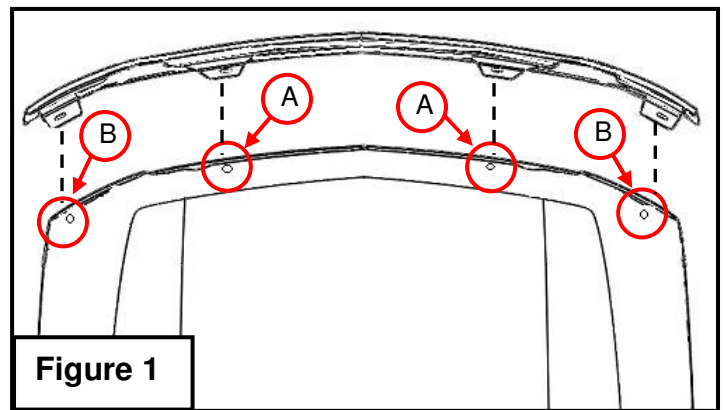

Figure 1
2. Trial fit Hood Shield by aligning the mounting holes of the Hood Shield with the matching holes in the hood. (Figure 1)
4. Re-fit Hood Shield to the factory hood by aligning the rubber well nuts up with the factory slots. (Figure 1) Attach Hood Shield to the vehicle by installing the center mounting points first and working outwards. Tighten screws just enough to hold hood shield in place.
2. Faites un essai d'ajustement du protecteur de capot en alignant les trous de montage avec les trous correspondant dans le capot (**Figure 1**)
4. Réinstallez le protecteur sur le capot original en alignant les écrous-douille avec les fentes du capot. (**Figure 1**) Fixez le protecteur de capot au véhicule en installant le point de fixation central en premier et en continuant vers les extrémités. Serrez les écrous justes assez pour retenir le protecteur en place